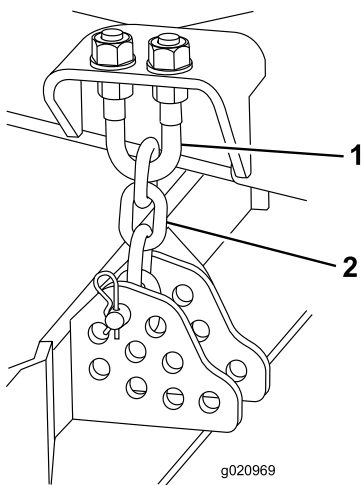

Figura 123
1. Afloje las contratueras de la parte superior o inferior del perno en U de la cadena de altura de corte (Figura 123).